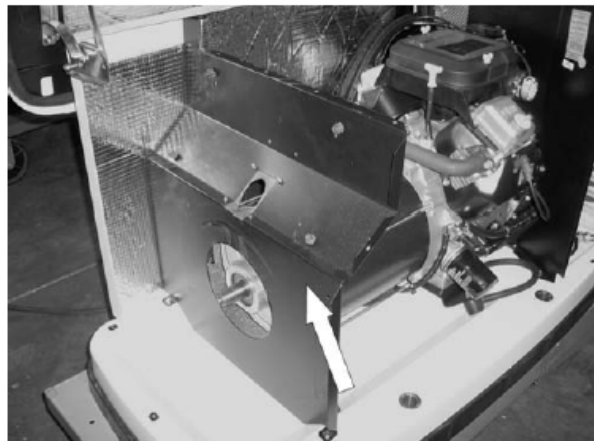

Рисунок 34.
11. Снять разделительную панель синхронного генератора переменного тока: С помощью накидной головки 10 мм открутить два (2) болта с нижней части основания. Открутить один верхний болт с задней части с помощью звездообразного ключа Т27. Смотреть рисунок 34.